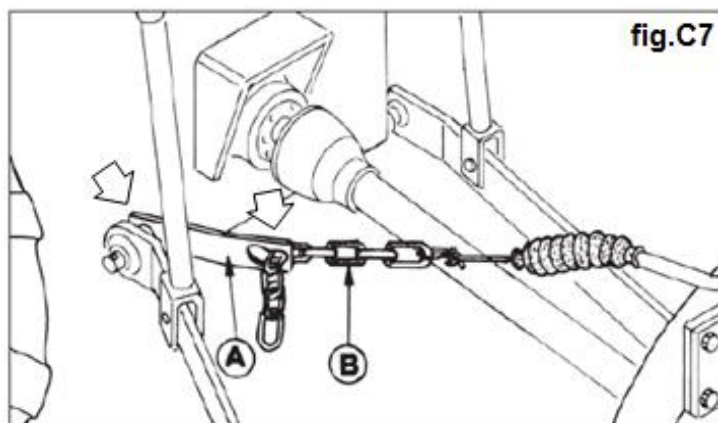

fig.C7
**Modelli meccanici:** inserire la piastra forata nel perno del braccio sinistro del trattore (A - fig.C7). - Inserire la catena di controllo barra di taglio (B - fig.C7) nel foro posteriore della piastra e bloccarla inserendo una sua maglia nell'apposita asola sulla piastra. - Agendo sulla leva in cabina, sollevare il sollevatore e verificare che raggiunta una
**Mechanical models:** insert the holed plate in the pin of tractor left arm (A - fig.C7). - To insert the check chain of cutting bar (B - fig.C7) in the rear hole of the plate and lock it by inserting one its mail in the special eyelet on the plate. -